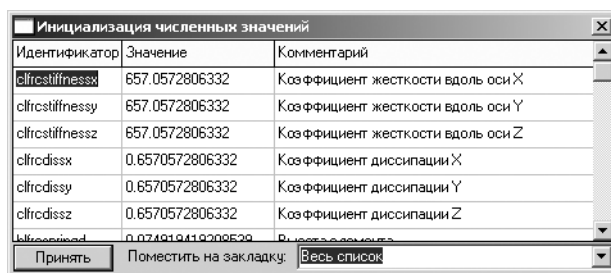

Рис. 2.105. Диалоговое окно **Инициализация численных значений**
- щелкните на любом месте окна, не занятом образами тел (второе тело – база или СК0). Появится диалоговое окно **Инициализация численных значений**, изображенное на рис. 2.105;